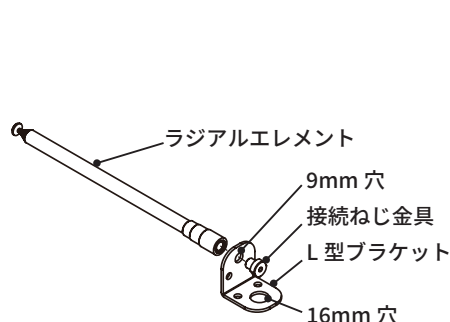
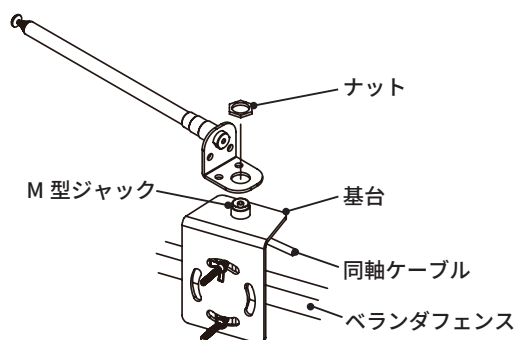

図 1
図 2
- ① L 型ブラケットの 9mm 穴に付属の接続ねじ金具でラジアルエレメントを取り付けます（図 1）。
- ② 同軸ケーブル用 M 型ジャックを取り付けた基台を用意します。
- ③ ポールやベランダフェンス等に基台を取り付けます。
- ④ 基台に取り付けた M 型ジャックへ L 型ブラケット（16mm 穴）を差し込みナットで取り付けます（図 2）。